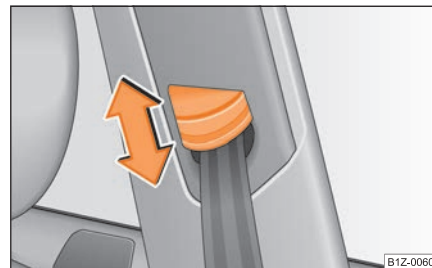

Fig. 175 Scaun față: Reglarea pe înălțime a centurii
- Împingeți dispozitivul în poziția dorită în sus sau în jos ⇒ fig. 175. ►